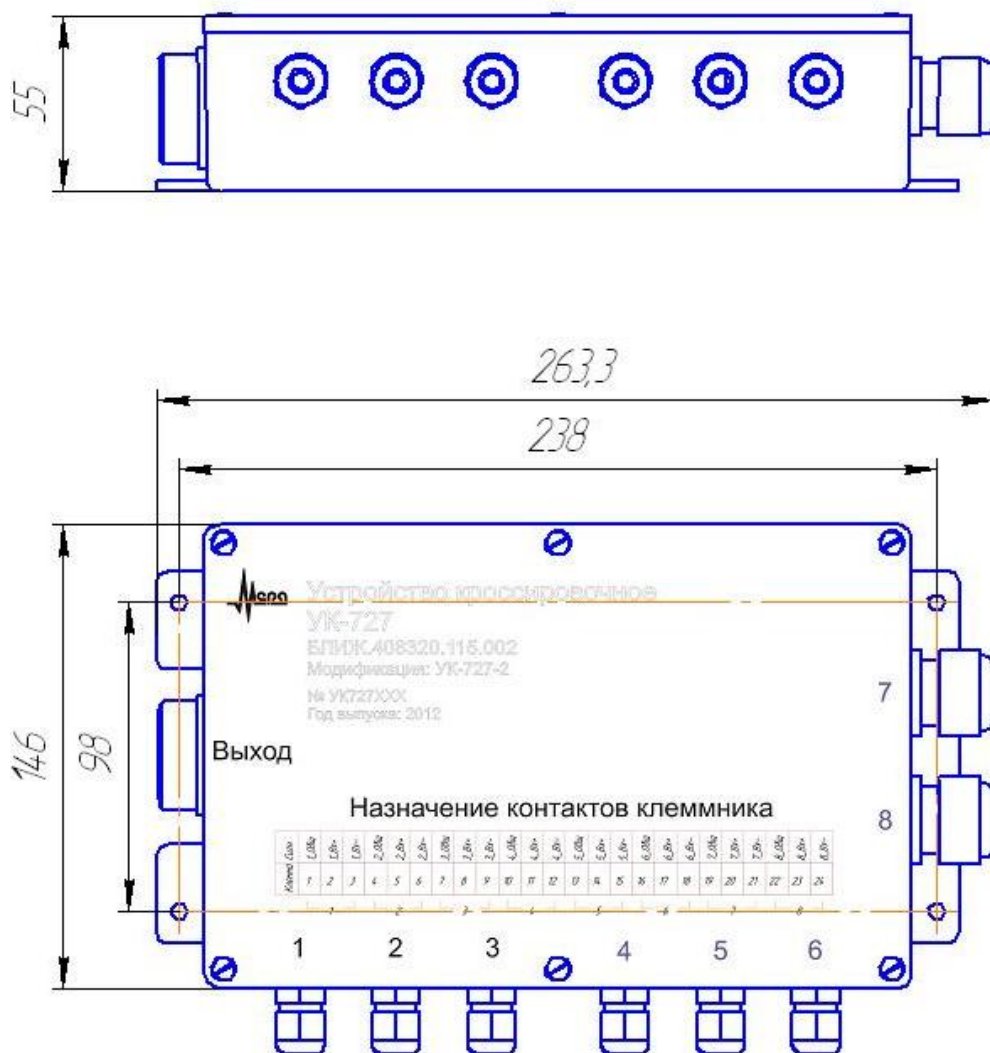

Рисунок 2–Устройство УК-727
1.2.6 Габариты, не более	264 x 178 x 55 мм (см. рисунок 2)